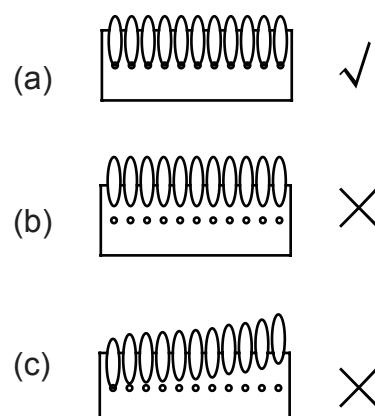

Fig. 31 Flamme acceptable (a seulement)
- d. À l'aide d'une main recouverte d'un gant de protection, effectuez un réglage minime de l'obturateur jusqu'à ce qu'une flamme stable et presqu'entièrement bleue soit observée dans l'orifice d'observation de la flamme ou les fentes de chaque côté du corps du gril. Les flammes acceptables sont illustrées à la Fig. 31.